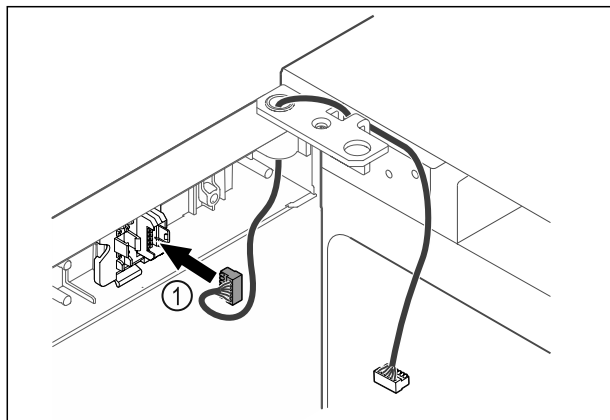

Fig. 41
- Zasuňte zástrčku Fig. 41 (1) do držáku zástrčky.